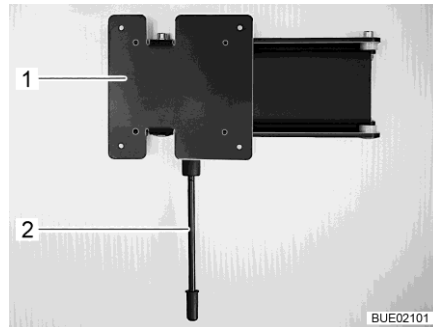

Fig. 91 Support mural
- Tirer le levier de déverrouillage (Fig. 91,1) vers le bas et faire pivoter le support (Fig. 91,2) et l'écran plat pour les amener en position souhaitée.